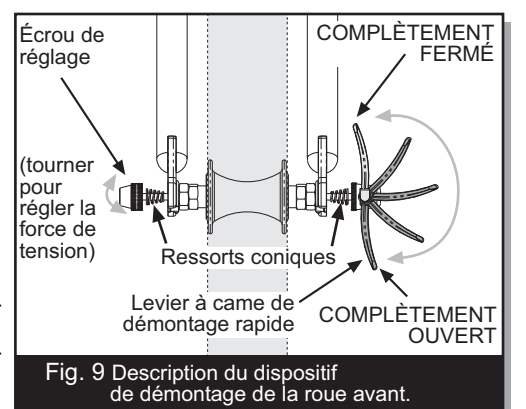

Fig. 9 Description du dispositif de démontage de la roue avant.
Un système de démontage rapide constitué d'un mécanisme à came sert à installer la roue de la poussette (Fig. 9). Comme ce mécanisme est réglable, il est essentiel que vous connaissiez son fonctionnement, son utilisation correcte et la force à appliquer pour fixer la roue.
- Abaissez complètement le levier à came de démontage rapide (Fig. 9). C'est la position d'ouverture complète.
- Tout en poussant la roue fermement vers le haut des fentes dans les pattes de la fourche et en centrant la jante de roue dans la fourche, poussez le levier de démontage rapide vers le haut et tournez-le dans la position de fermeture complète (Fig. 9 et 12). Le levier devrait maintenant être parallèle à la branche de fourche. Pour appliquer assez de force de serrage, il vous faudra enrouler vos doigts autour de la branche de fourche pour multiplier la force; le levier de démontage rapide devrait alors laisser une empreinte bien nette dans la paume de votre main.
- Soulevez le levier de démontage rapide de la roue pour le mettre en position d'ouverture complète (Fig. 9). Votre fourche avant comprend un dispositif complémentaire de retenue intégré. Desserrez suffisamment l'écrou de réglage afin de pouvoir enlever la roue.